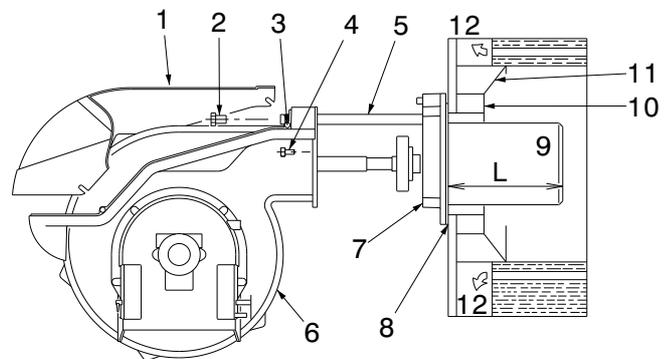
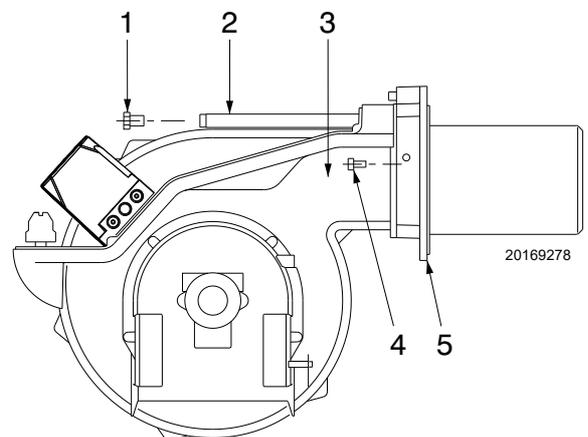

Fig. 12
Fig. 16
Pour les chaudières avec la partie avant refroidie avec de l'eau, le revêtement réfractaire 10)-11)(Fig. 12) n'est pas nécessaire, sauf demande expresse du fabricant de la chaudière.
Remonter ensuite le brûleur 3)(Fig. 16) sur les glissières 2) et le faire glisser jusqu'à la bride 5), **en le soulevant légèrement pour éviter que le disque de stabilité de la flamme bute contre l'embout.**
- ouvrir le brûleur sur les glissières 2)(Fig. 16) comme la (Fig. 12 à la page 17) le montre.